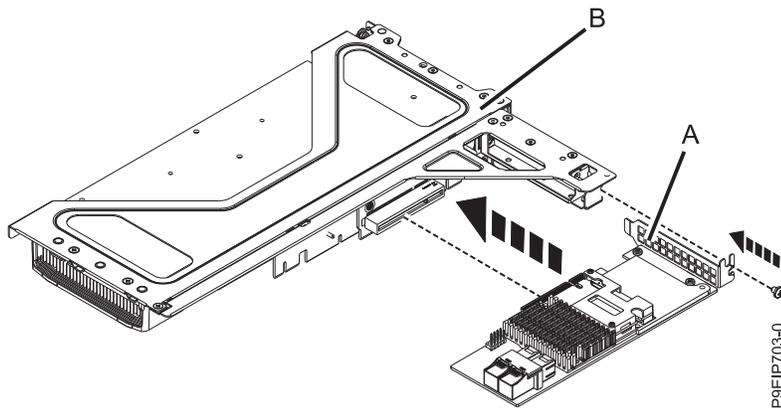
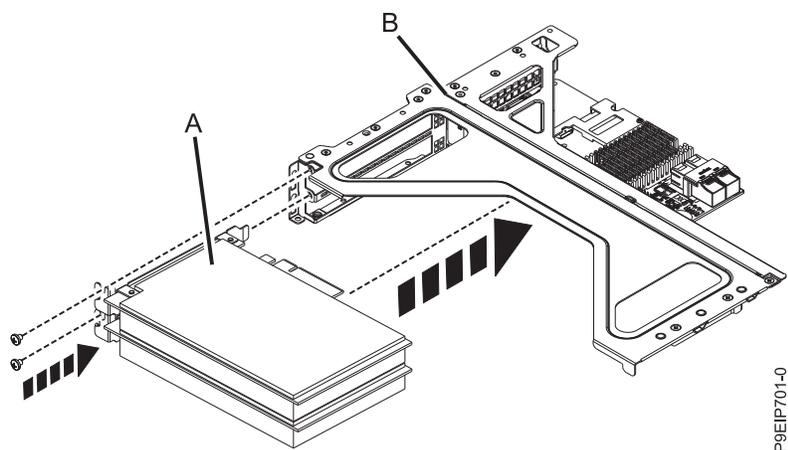

Figura 30. Inserción de un adaptador en la posición 4 de la tarjeta de expansión
Figura 31. Inserción de un adaptador a PCIe en la posición 2 o 3 de la tarjeta de expansión PCIe
- a. Inserte el adaptador PCIe (A) en la tarjeta de expansión PCIe (B), tal como se muestra en la Figura 30 o en la Figura 31 en la página 33, alineándolo correctamente e insertándolo completamente en la ranura. Fije la contrapunta del adaptador PCIe con 1 o 2 tornillos, según sea necesario.